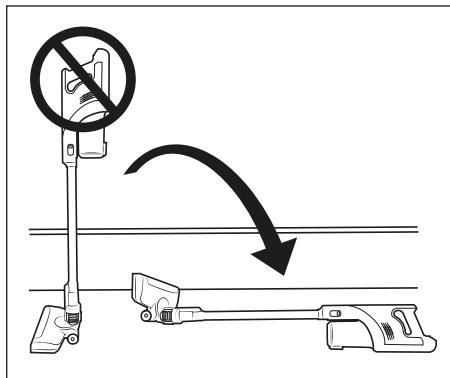

Afb. 8
- ▶ De stofzuiger kan ook direct via de netvoedingsadapter **10** worden opgeladen. Haal daarvoor de gelijkstroomstekker **11** door een lichte draaiing uit de wandhouder **13** en steek hem in de oplaadaansluiting **3** op het apparaat (zie afb. 8).